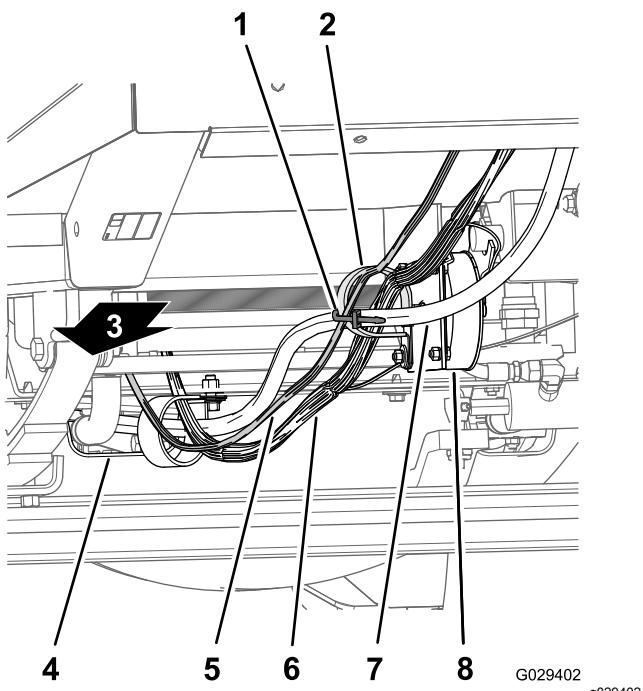

Figura 195
- Enrute la rama del salpicadero de 240 cm del arnés de cables a lo largo del arnés de cables y las mangueras de dirección de la máquina (bajo el radiador) a través de la abrazadera en R en la parte inferior del soporte del radiador y a través de la abrazadera en R del serpentín del control de velocidad sobre el terreno (Figura 195 y Figura 196).
2. Enrute la rama del salpicadero de 240 cm del arnés de cables hasta la abrazadera en R del serpentín de control de velocidad sobre el terreno (Figura 195 y Figura 196).